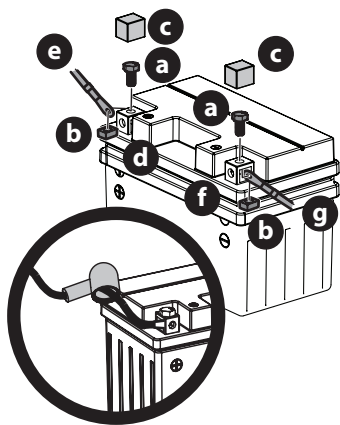

Figure 19
1. Retirez les boulons hexagonaux (a) et les écrous carrés (b) situés à l'extrémité du faisceau de fils électrique ou dans le sac avec ce manuel. Gardez la quincaillerie pour utilisation ultérieure (Figure 19).
2. Enlevez le couvercle en plastique (c), si équipé, de la borne positive (d) de la batterie et attachez le câble rouge (e) à la borne positive (d) de la batterie avec le boulon (a) et l'écrou carré (b) retirés à l'étape 1. Utilisez un tournevis Phillips (Figure 19).
3. Placez la gaine en caoutchouc rouge au-dessus de la borne positive de la batterie pour aider à la protéger contre la corrosion. Voir l'encadré dans Figure 19.
4. Enlevez le couvercle en plastique (c), si équipé, de la borne négative de la batterie (f) et attachez le câble noir (g) à la borne négative de la batterie (f) avec le boulon (a) et l'écrou carré (b) (Figure 19).